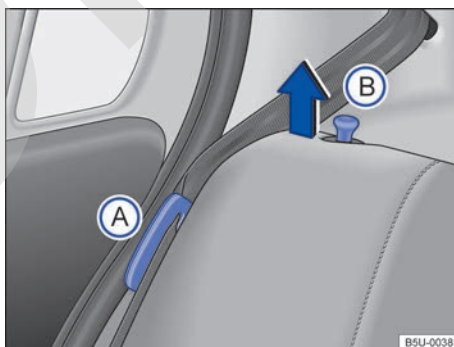
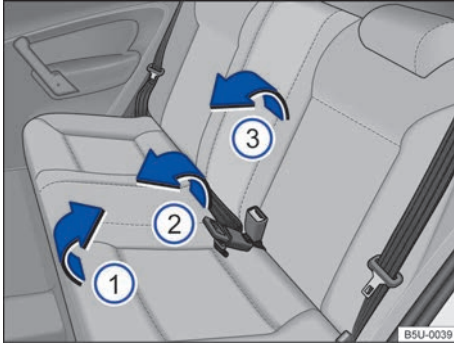

Fig. 71 Asiento trasero: posicionador de la banda del cinturón de seguridad (A) y pasador de desbloqueo del respaldo (B).
Fig. 72 Asiento trasero: inclinar el asiento trasero.
Las figuras → fig. 71 y → fig. 72 ilustran, a modo de ejemplo, el procedimiento para inclinar el asiento trasero del modelo Nuevo Gol 4 puertas. El modelo Nuevo Gol 2 puertas sigue el mismo concepto.
- Encajar las bandas de los cinturones de seguridad en los alojamientos correspondientes en el guarnecido lateral → fig. 71 A.
- Tirar del asiento por la parte de adelante → fig. 72 1 en el sentido de la flecha, hacia arriba.
- Levantar la parte trasera del asiento → fig. 72 2 y desplazar totalmente hacia adelante, para que el asiento quede lo más próximo posible del entarimado y del respaldo del asiento delantero.
- Tirar de las clavijas de desbloqueo → fig. 71 B y, al mismo tiempo, plegar parcialmente el respaldo del asiento → fig. 72 3 y quitar los apoyacabezas → pág. 84. Bajar completamente el respaldo del asiento trasero.
- Encaje las bandas de los cinturones de seguridad en sus respectivos posicionadores → fig. 71 A.
- Levantar las clavijas → fig. 71 B y, al mismo tiempo, plegar parcialmente el respaldo del asiento trasero → fig. 72 3.